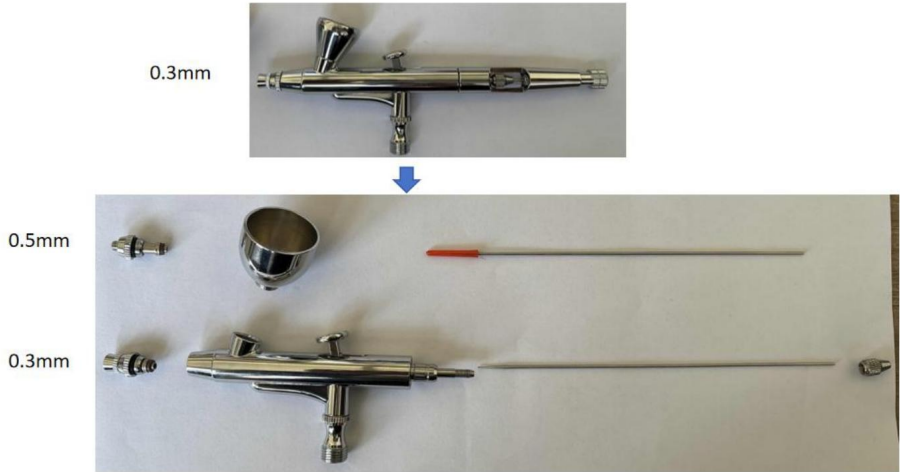

Figure 1-1
1.1 Retirez le capuchon de la buse n° 2, la buse n° 4 et l'aiguille n° 6 comme indiqué sur la figure 1-1.